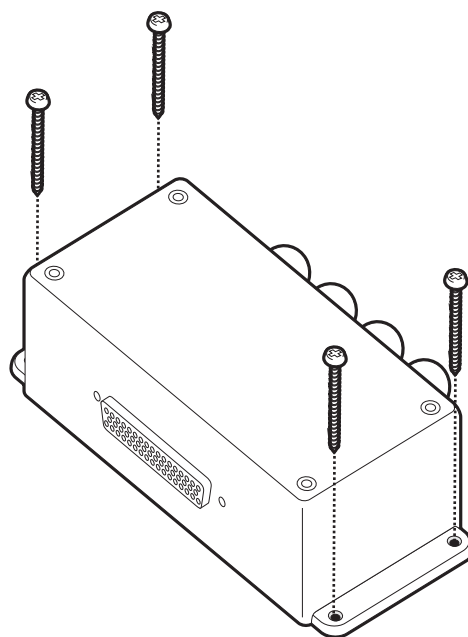

Abbildung 36 Montieren des Anschlusskastens
- Der Transponder ist mit vier selbstschneidenden Schrauben ausgestattet, um den Anschlusskasten mit der Zapfenhalterung auf einer geeigneten Oberfläche zu befestigen. Weitere Informationen hierzu finden Sie in Abbildung 36.